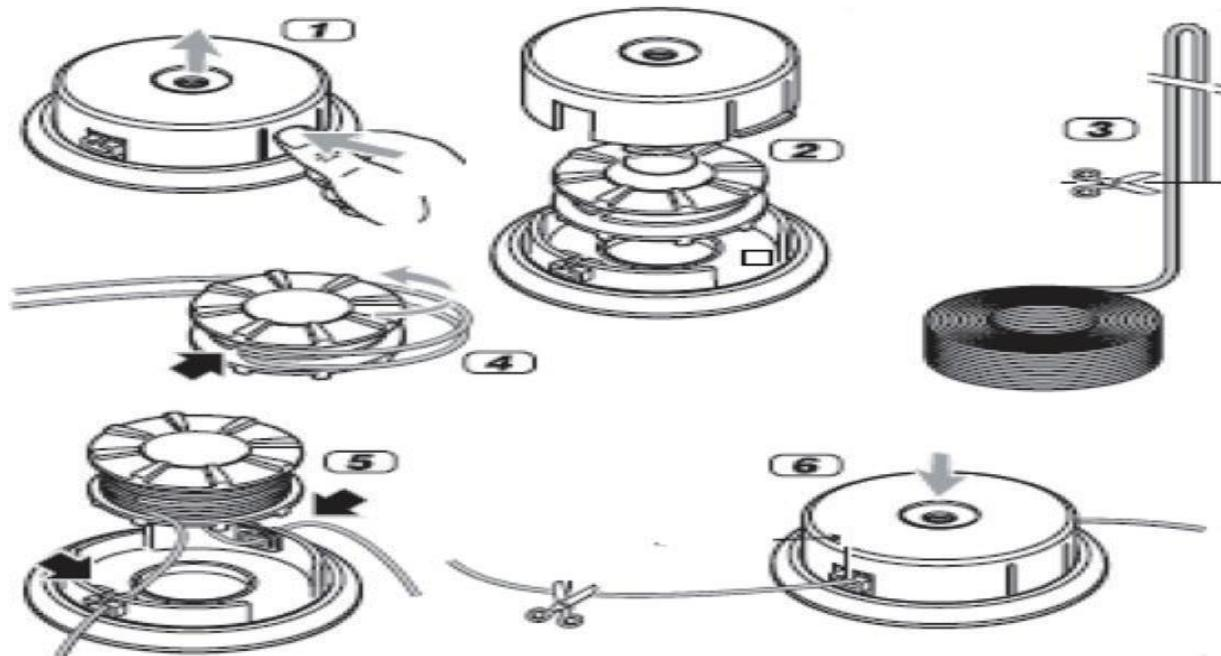

Fig. 9
**Substituir o fio de corte (Fig. 9)**